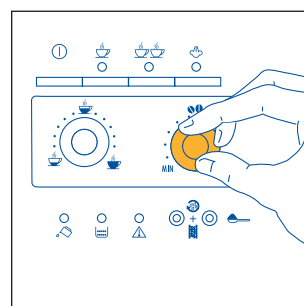
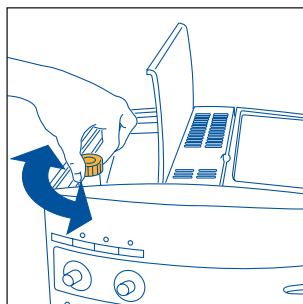

Fig.7
Fig. 17
- 2) Réglez le bouton de droite (fig. 7) pour programmer le goût désiré du café. Plus vous tournez dans le sens des aiguilles d'une montre et plus la quantité de grains à moudre augmentera et donnera un café plus fort. Lors de la première utilisation, il faut procéder par tentatives et faire plusieurs cafés pour trouver la bonne position du bouton. Attention à ne pas trop tourner dans le sens des aiguilles d'une montre, le café risquerait de couler trop lentement (goutte à goutte) surtout si vous devez faire deux tasses de café.
NOTA 1: Si le café coule goutte à goutte ou s'il ne sort pas du tout, tournez le bouton de réglage de la mouture (fig. 17) d'un cran dans le sens des aiguilles d'une montre (voir § 6). Tournez d'un cran à la fois jusqu'à obtention d'un débit satisfaisant
NOTA 2: si le café coule trop vite et que la crème n'est pas satisfaisante, tournez légèrement le bouton de droite (fig.7) dans le sens des aiguilles d'une montre. Procédez par tentatives et faites plusieurs cafés pour trouver la bonne position du bouton. Attention à ne pas trop tourner dans le sens des aiguilles d'une montre, le café risquerait de couler trop lentement (goutte à goutte) surtout si vous devez faire deux tasses de café. Si, au bout de quelques cafés la crème obtenue n'est pas satisfaisante, tournez également le bouton de réglage de la mouture (fig.17) d'un cran en sens inverse des aiguilles d'une montre (voir § 6).
Pour résoudre ce problème, il faut régler le degré de mouture du moulin à café en tournant le bouton de réglage (fig.17) d'un cran en sens inverse des aiguilles d'une montre (voir chap. 6)
Le moulin à café ne doit pas être réglé, du moins au début, puisqu'il est préréglé en usine pour que le café coule correctement. Cependant, si après les premiers cafés le café coule trop vite ou trop lentement (goutte à goutte) vous devez régler le problème en agissant sur le bouton de réglage du degré de mouture (fig. 17). Pour obtenir une sortie plus rapide du café (sans gouttes) tournez le bouton d'un cran (égal à un chiffre) dans le sens des aiguilles d'une montre.